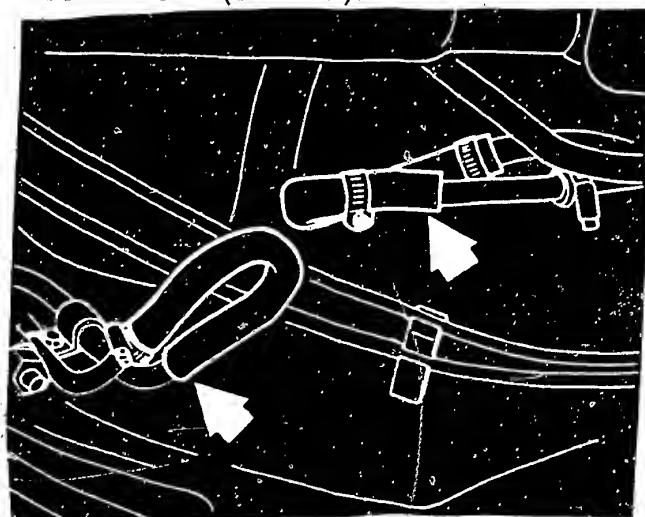

Bild 37 Die Zu- und Rückleitungen werden am besten auf die gezeigte Art unterbrochen.
- Ölkühlerschläuche abtrennen und verschliessen (Bild 37).